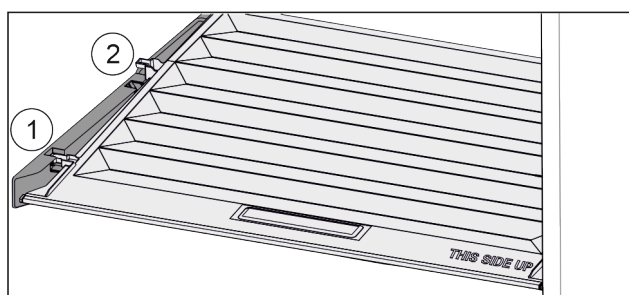

Fig. 27
- ▶ Tirare in avanti il coperchio fino all'apertura nei fermi Fig. 27 (1).
- ▶ Sollevare posteriormente dal basso e togliere verso l'alto Fig. 27 (2).